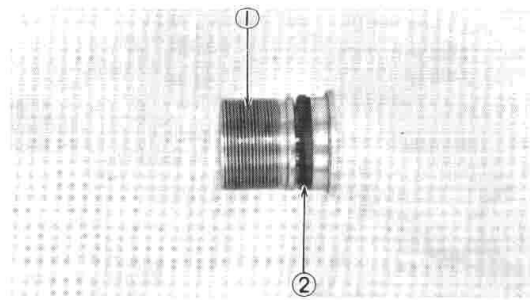

Fig. 2-4-12
8. Inspect O-ring on fork cap bolts and replace if damaged. (Fig. 2-4-12)
8. Inspectez le joint torique des écrous-chapeaux et remplacez-le s'il est endommagé. (Fig. 2-4-12)